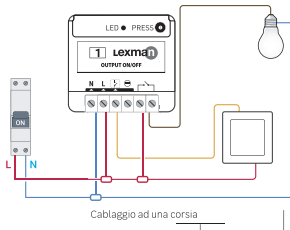

Figura 1
3. Passare il cavo sul ricevitore ON/OFF secondo lo schema (figura 1).